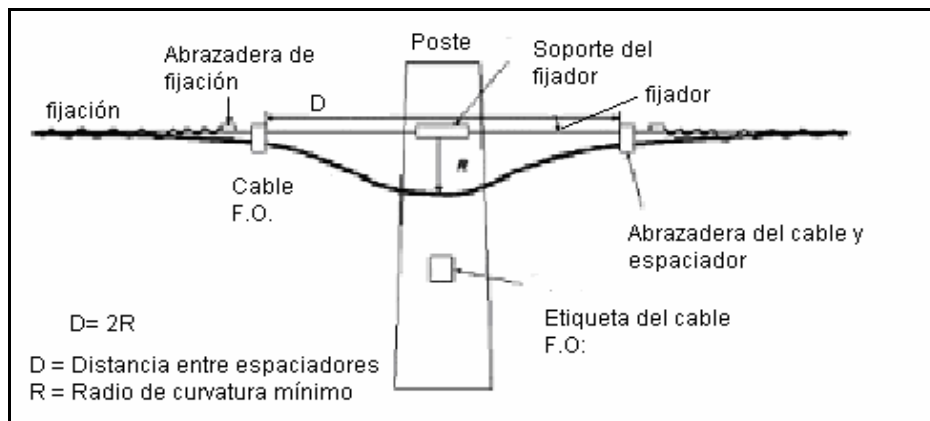

Figura 4.17 Lazo de expansión en poste
- ✓ En cada poste se detiene el tendido y se realiza el lazo de expansión si este es preciso; este paso no es necesario en cables autoportantes. Así como lo observamos en la figura 4.17.